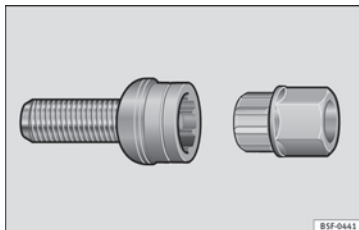

Fig. 161 Parafuso antirroubo da roda.
- Colocar totalmente o adaptador no parafuso antirroubo da roda » **Fig. 161**.